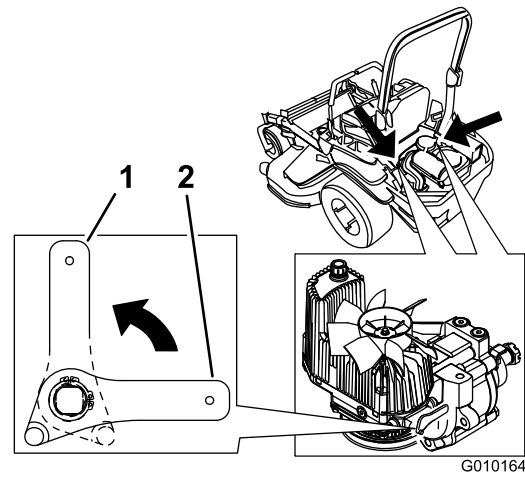

Figure 36
2. Tournez les leviers des vannes de déblocage en position verticale pour pousser la machine. Cela permet à l'huile hydraulique de contourner la pompe et aux roues de tourner (Figure 36).